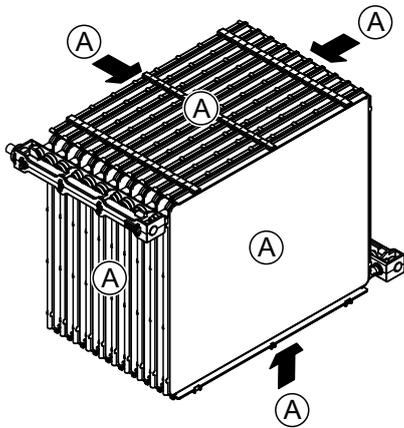

Abb. 25: Membranflächen
7. Überprüfen Sie die Membranfläche "A" (siehe Abb. 25) des Befeuchtereinsatzes auf Staubspuren, Verfärbungen und den Kanal auf Verschmutzungen und Wasserrückstände.